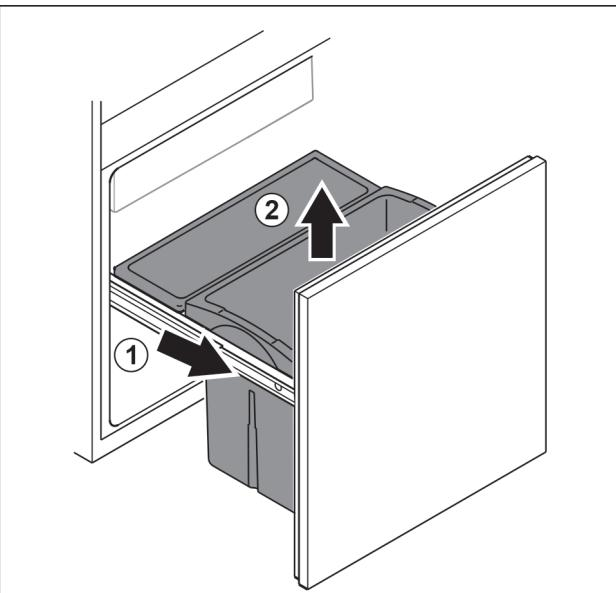

Fig. 80
- Витягніть витяжний візок до упору. Fig. 80 (1)
- Вийняти висувний ящик рухом вгору. Fig. 80 (2)